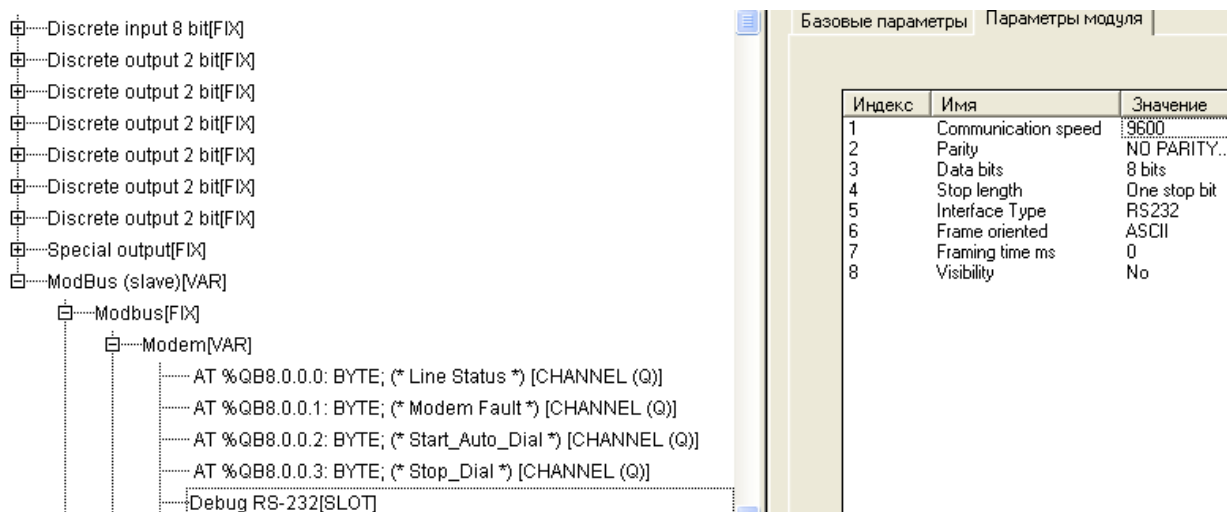

Рис.3 Настройка интерфейса обмена ПЛК и модема (приведен для стандартных настроек GSM-модема ПМ01)
- Установить параметры выбранного интерфейса в соответствии с настройками модема, на вкладке «Module parameters» (рис.3) .